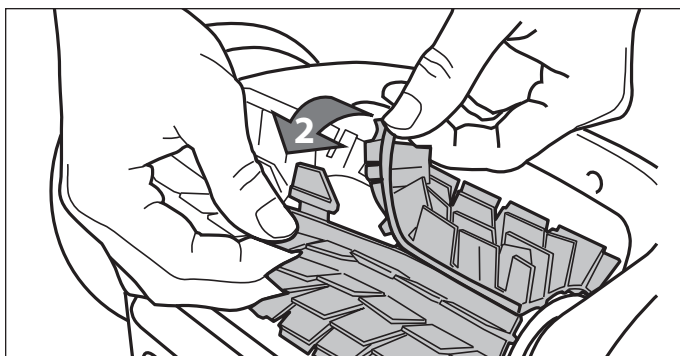

Figure 31. Défaire les pinces de fixation des brosses
2. Séparer les bords de la brosse et retirer les onglets, tel qu'il est indiqué à la Figure 31. Retirer les brosses usées.